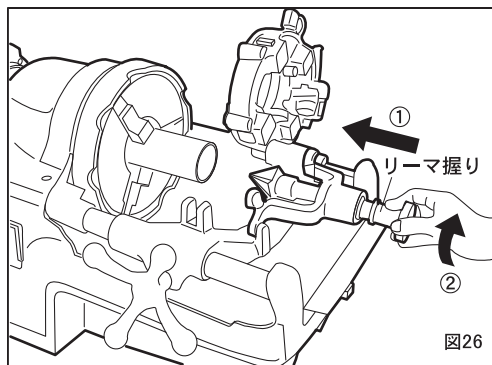

図26
12. 面取り (図26、27)
- ①ダイヘッドとカッタをおこしてください。
- ②リーマをたおして、往復台にセットしてからリーマ握りを押して図26-①のようにリーマを突きだします。
- ③握りを反時計方向に回してホルダーにセットします。
(図26-②)